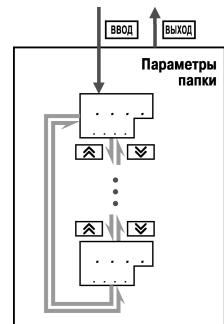

Рисунок 11.4 – Перемещение по параметрам папки
- Перемещение между параметрами осуществляется кнопками и ( ) (циклически в любую сторону) (рисунок 11.4). При этом мигает имя параметра на ЦИ1.